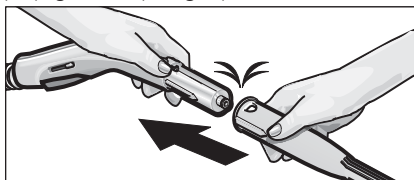

Fig. 1: Påsætning af tilbehør på damp pistolen
- Forbind den ønskede tilbehørsdel (C1,D1) med damp pistolen (B1). Stik den rørformede ende af det valgte stykke tilbehør på damp pistolen (B1). Skub tilbehørsdelen på damp pistolen og lad åbnetasten (B3) gå i hak (se fig. 1).